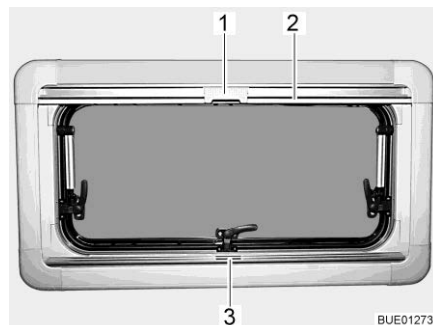

Bild 101 Överkantshängt fönster
- Ta tag i mitten på plisségardinens list (Bild 101,3) och drag den nerifrån och uppåt och släpp den vid önskad höjd. Plisségardinen stannar på denna höjd.
- Drag, med listen, (Bild 101,2) ner insektsnätet tills listen stöter mot plisségardinen (Bild 101,3).
- Lås fast insektsnätets spärr (Bild 101,1) på plisségardinens list.
- Tryck spärren (Bild 101,1) upptill på insektsnätet bakåt.
- För långsamt tillbaka insektsnätet med listen (Bild 101,2).